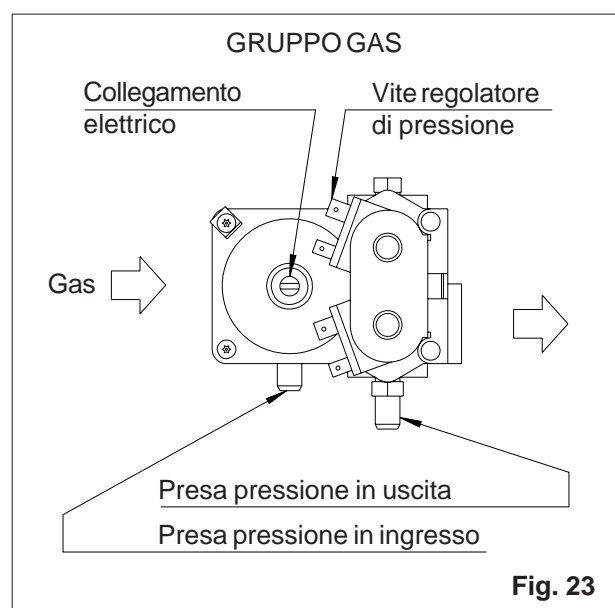

Fig. 23
Inserire il tubetto di un manometro a colonna d'acqua nella presa di pressione in uscita sul gruppo gas (fig. 23) dopo aver svitato di alcuni giri la vite di chiusura. Mettere in funzione il radiatore e verificare che la pressione al bruciatore corrisponda a quella indicata nella tabella dei dati tecnici.
Se la pressione del gas al bruciatore non dovesse corrispondere al valore indicato, agire sull'apposita vite del regolatore di pressione (fig. 23), dopo aver tolto il tappo di protezione, per ottenere il valore stabilito. Ruotando in senso antiorario la pressione diminuisce e viceversa aumenta ruotando in senso orario (questa operazione è consentita solo nel caso di utilizzo di gas metano G20).
- g) inserire il tubetto di un manometro a colonna d'acqua nella presa di pressione a monte sul gruppo gas (*fig. 23*), dopo aver svitato di alcuni giri la vite di chiusura
- g) inserire il tubetto di un manometro a colonna d'acqua nella presa di pressione in uscita sul gruppo gas (*fig. 23*), dopo aver svitato di alcuni giri la vite di chiusura. Verificare che la pressione di alimentazione corrisponda a quella indicata nella tabella dei dati tecnici. Se la pressione del gas al bruciatore non dovesse corrispondere al valore indicato, agire sulla vite del regolatore di pressione (*fig. 23*) per ottenere il valore stabilito. Ruotando in senso antiorario la pressione diminuisce e viceversa aumenta ruotando in senso orario